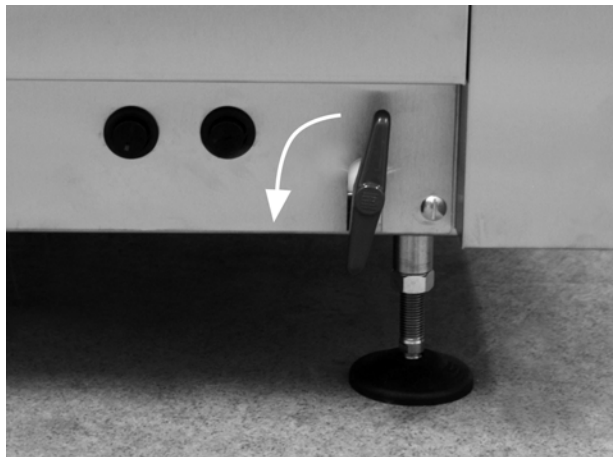

Abbildung 4: Abflussventil
4. Das Abflussventil auf der rechten Seite der Maschine schließen (Abbildung 4 Abflussventil).